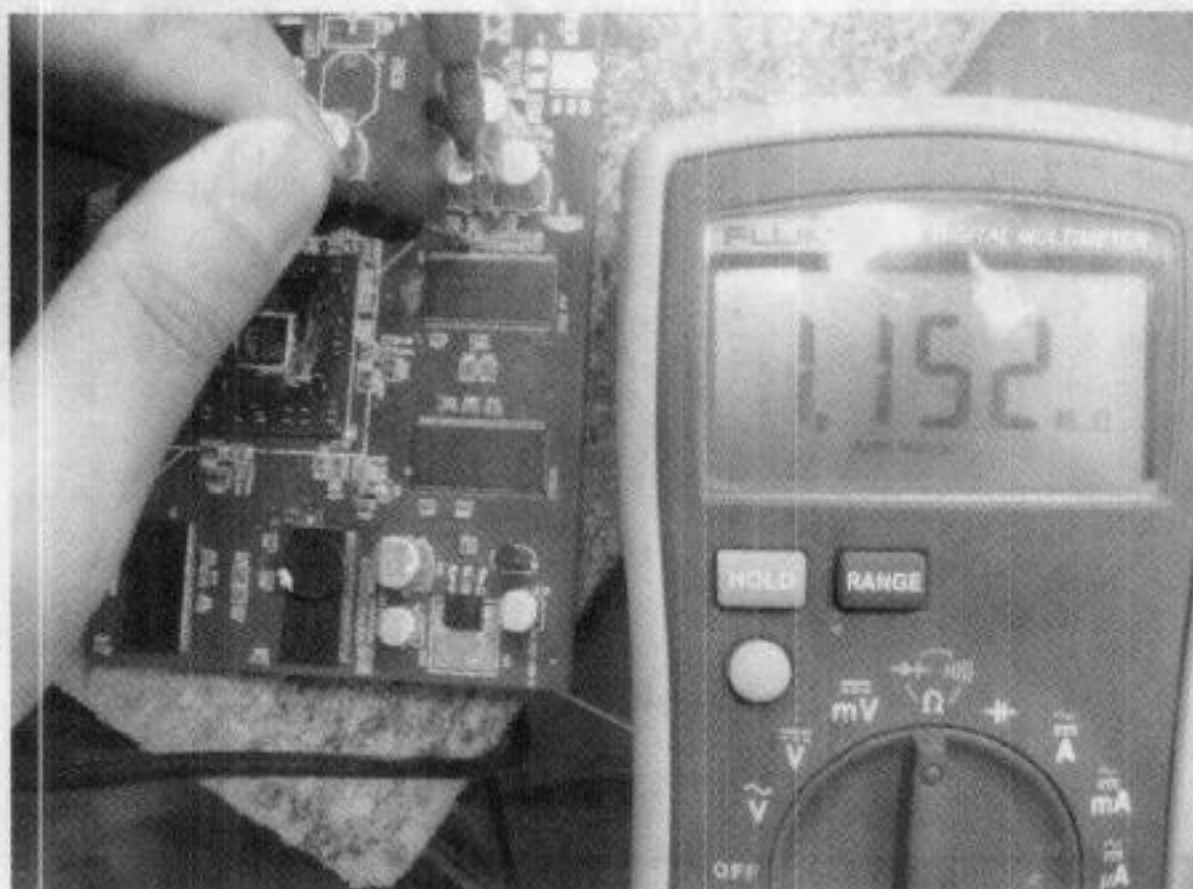

图 5-75 通过测量判断电阻坏
(8) 使用欧姆挡量测此电阻阻值, 确认电阻损坏, 如图 5-75 所示。